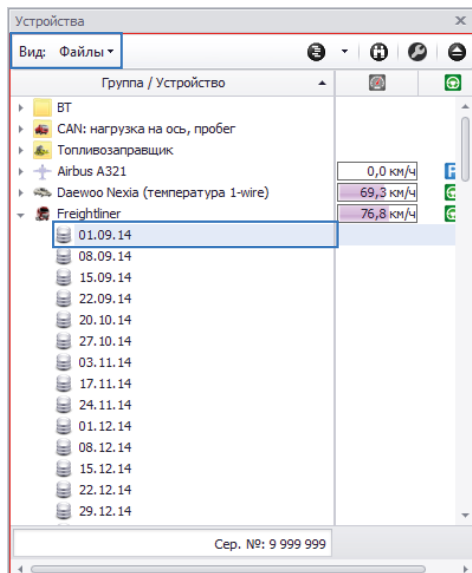

Рис.22. Просмотр данных из недельного файла.
- для построения трека по недельным данным (начиная с понедельника в 0:00:00) выбрать в Селекторе устройств вид списка «Файлы» (Рис.22).